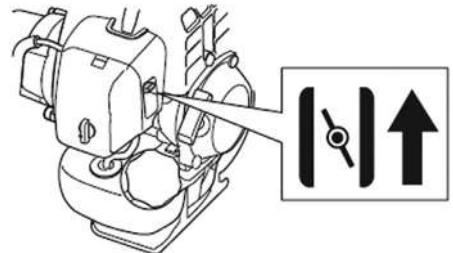

Рис. 10 Рычаг воздушной заслонки
5. Установите рычаг воздушной заслонки в верхнее положение (Рис. 10).